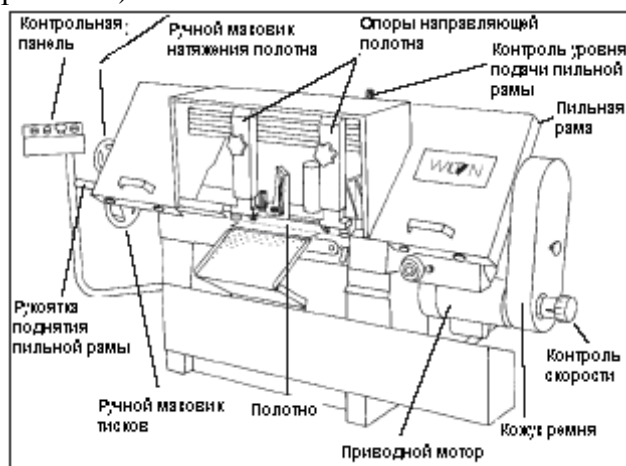

Рисунок 3: Управление
6. Уровень, насколько пильная рама опускается вниз, контролируется управлением уровнем гидравлической подачи сверху, сзади пильной рамы (см. рисунок 3).
3. Чтобы отрегулировать уровень подачи, настройте рукоятку контрольного клапана уровня подачи наверху пыльной рамы (см. рисунок 3).